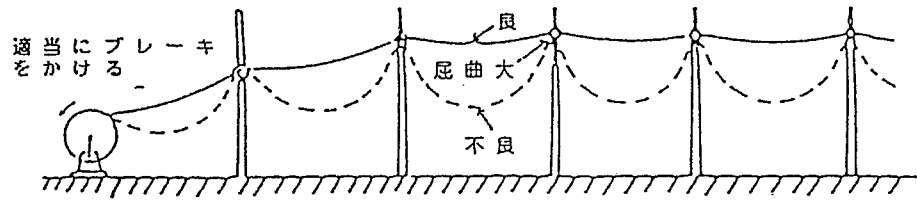

図3 ケーブルの延線
(6) ケーブルの延線は、ドラム送出部と中間部及び先端部で緊密に連絡を取り、ウインチ等を使用する。速度は、1分間20m以内の一定速度でけん引し、(図3のように)柱間の垂れ下がりに注意すること。